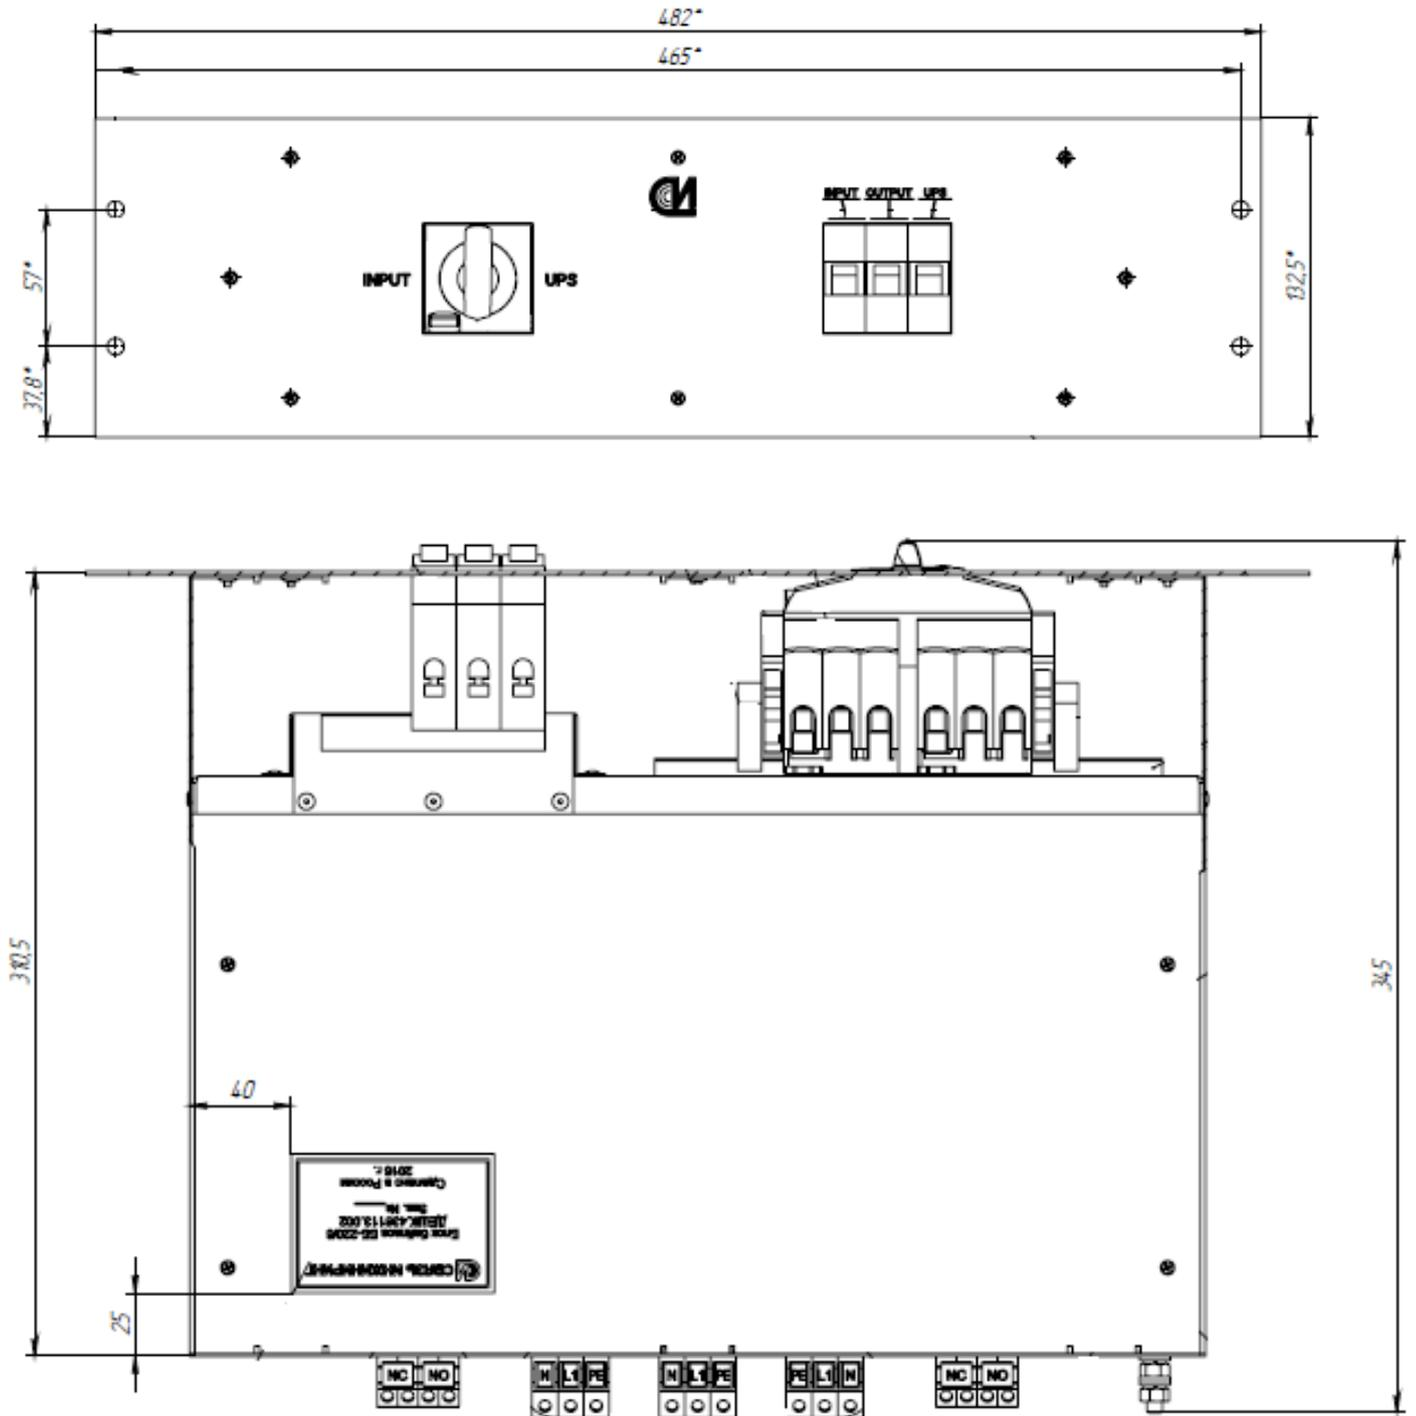

Рис. 1.
2.6 Общий вид и габаритные размеры блока байпаса ББ-220/6 приведен на рис.1.
5.1 Конструктивно блок байпаса ББ-220/6 выполнен в виде съемного блока (крейта) прямоугольной формы с присоединительными и установочными размерами, соответствующими ГОСТ 28601-90. Общий вид и габариты блока байпаса ББ-220/6 приведены на рис.1.